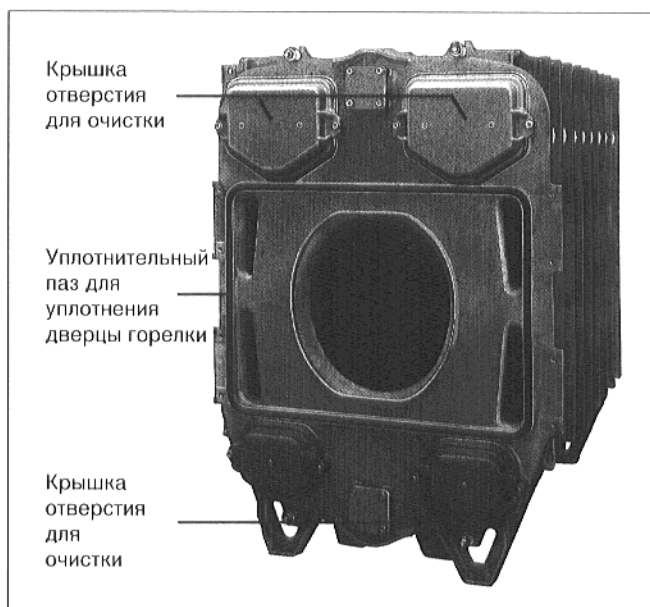

Рис. 25
- Насадить крышку для отверстия очистки на шпильки и закрепить крышку гайками (рис. 25).
- Нанести через каждые 15–20 см несколько капель клея (предм. нр.: 422841) на уплотняющие пазы вокруг отверстий камеры сгорания и газоходов у переднего элемента (рис. 25).
- Вложить уплотнительный шнур GP в уплотнительный паз переднего элемента (рис. 25).